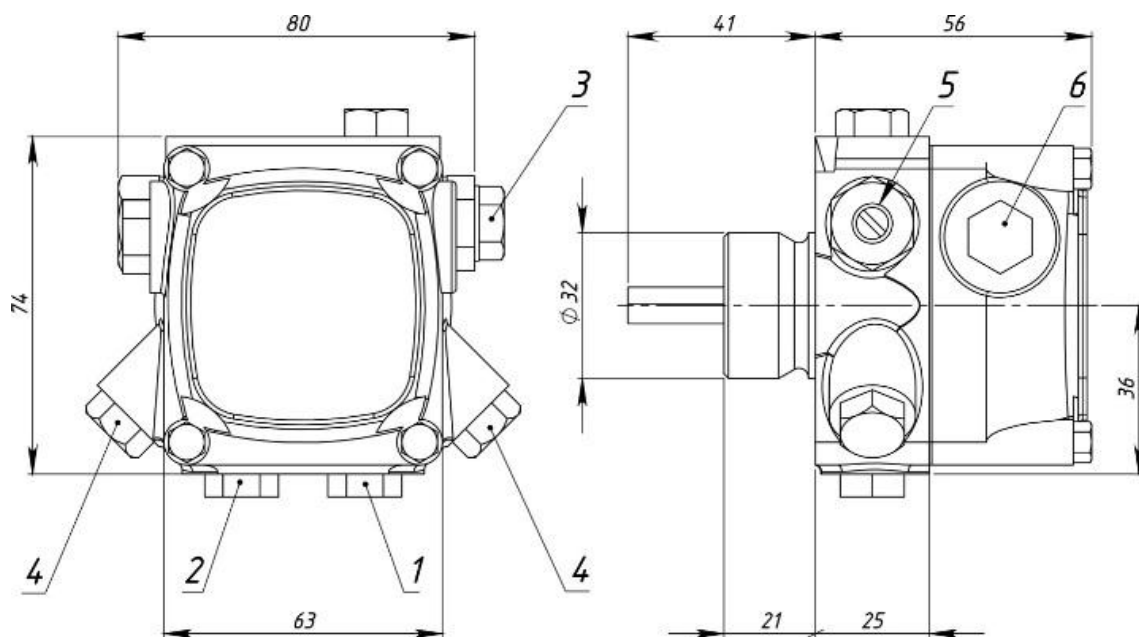

Рис. 2.
Топливный насос (Рис. 2) включает в себя корпус, в котором размещены ведущий вал с торцевым уплотнением, шестеренный нагнетательный узел.
Принцип работы топливного насоса заключается в следующем (Рис. 2): топливо через отверстие всасывания 1 и фильтр поступает к шестеренной паре, с помощью которой топливо через отверстие 3 попадает в подогреватель топлива Горелки. Блок топливный насос - электродвигатель с должны находиться непосредственно над топливным баком Рис.4. Регулировка давления нагнетания производится путем измерения степени сжатия пружины поршня с помощью винта регулятора давления 5.
- присоединить плавающий топливозаборник (в составе: топливный шланг 2 м, обратный клапан, сетчатый фильтр, поплавок) к штуцеру всасывания топливного насоса (Рис.2 поз.1) и обжать хомутом. При опускании в топливный бак топливозаборник должен быть на 100-200 мм выше дна бака. Если топливозаборник слишком длинный отрежьте его. **Внимание удлинять шланг топливозаборника запрещено.**